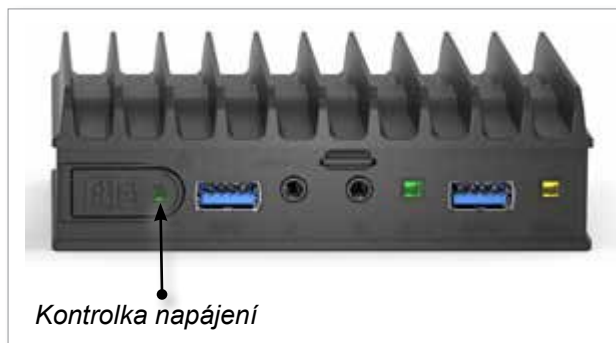

Figure 15-2 Kontrolka napájení Fitlet2
- Zapněte napájení Fitlet2. Zelené světlo na přední straně zařízení indikuje, že Fitlet2 je zapnutý. Viz Figure 15-2.